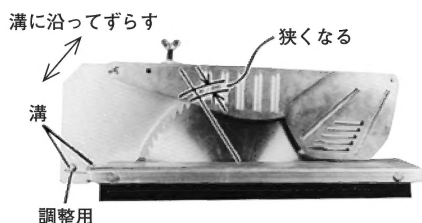

図 8
- (1) 調整用のボルトをゆるめ、ソーガードを溝に沿って動かすと、間隔がせまくなります。(図 8)